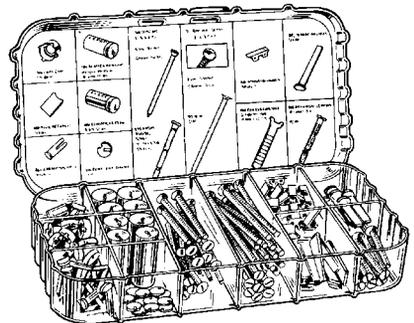

Рис. 5.16. Набор деталей для ремонта замков (С разрешения компании Ilco Unican Corp.)
- Детали замков (в ассортименте) (рис. 5.16)